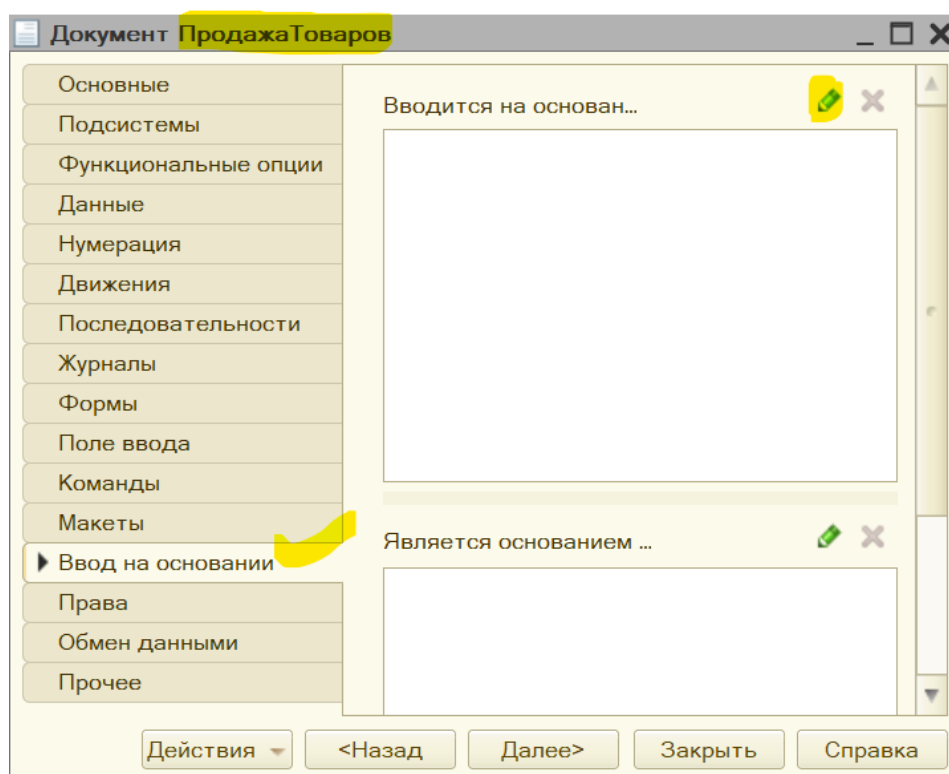

Рис. 5.7. Вкладка «Ввод на основании» документа ПродажаТоваров
1. Обратимся к окну редактирования объекта конфигурации «ПродажаТоваров», в котором перейдем на вкладку Ввод на основании (рис. 5.7).